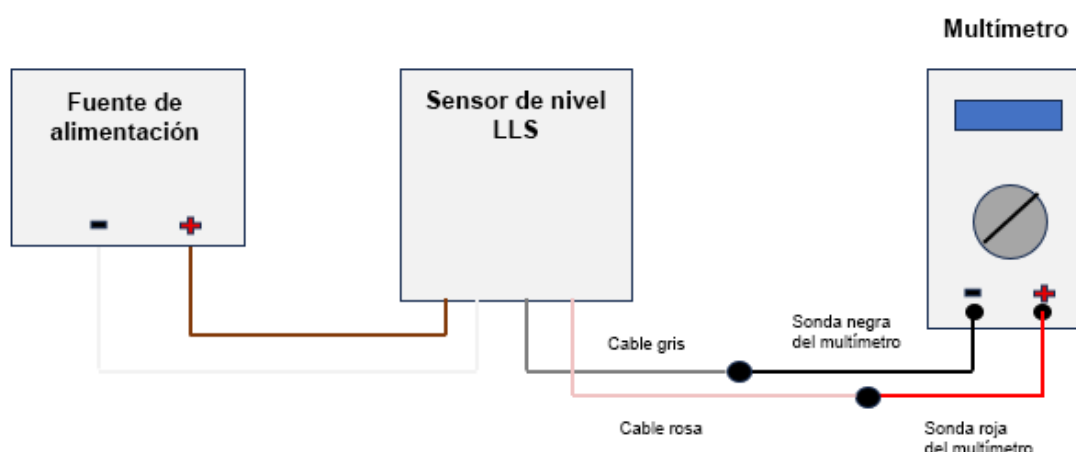

Fig. 8 Diagrama de conexión
2. Monte el circuito de conexión de acuerdo con la «Fig. 8 Diagrama de conexión».